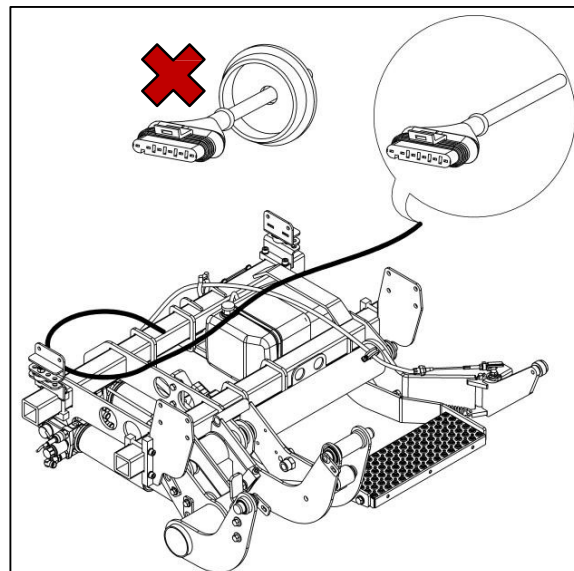

Fig. 22
- Enrute el cable de la unidad de control para la conexión del panel de control hacia la derecha (lado pasajero). (vea la Fig. 22).